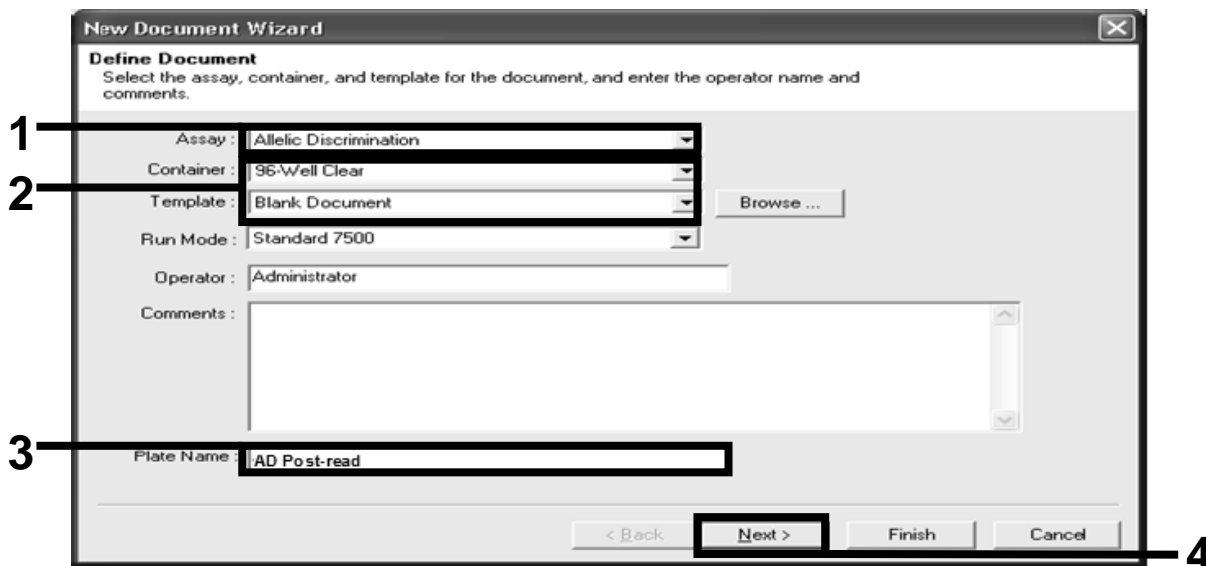

Figura 13. Pre-impostazioni per la creazione di una nuova seduta di post-lettura (Creazione guidata nuovo documento).
- 12. Nella finestra di dialogo "New Document Wizard" (Creazione guidata nuovo documento) fare clic nell'elenco a discesa "Assay" (Saggio), quindi selezionare "Allelic Discrimination" (Discriminazione allelica) (Figura 13).**
13. Accettare le impostazioni predefinite per i campi "Container" (Contenitore) e "Template" (Modello), che sono: "96-Well Clear" (96 pozzetti trasparente) e "Blank Document" (Documento vuoto) (Figura 13). Nel campo "Plate Name" (Nome piastra) digitare AD Post-read (Seduta post-lettura amplificazione-rilevazione) (Figura 13), quindi fare clic su "Next>" (Avanti) per accedere alla finestra di dialogo "Select Markers" (Selezione marker).